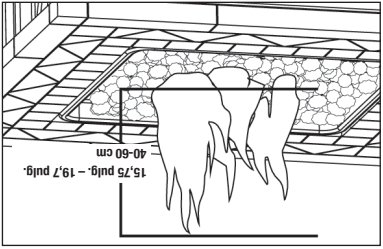

Figura 5
11. Después de encender el quemador observe su llama y asegúrese de que todos los orificios estén encendidos y que la altura de la llama corresponda a la del diagrama (vea Figura 5).
4. Visualmente examine la llama del quemador para estar seguro de que la chimenea para exteriores está funcionando adecuadamente (vea la Figura 5).